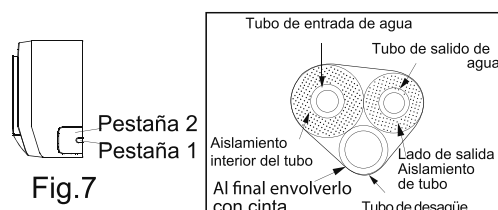

Fig.7
1. Para pasar la tubería y los cables de la izquierda hacia la derecha, recorte una o las dos pestañas en la carcasa si necesario (véase Fig. 7).